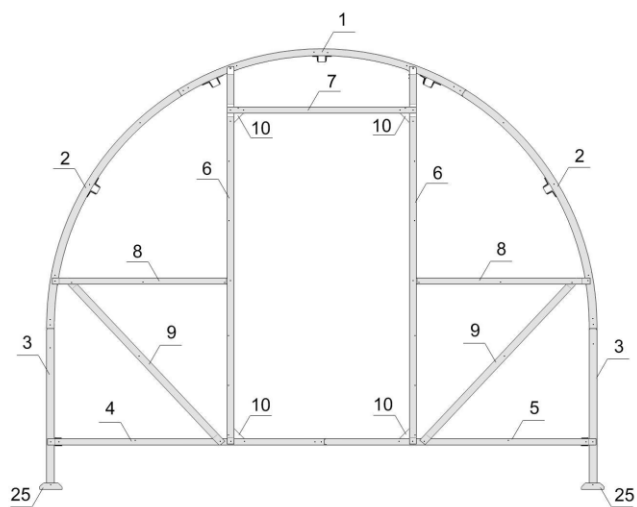

Рис. 1 Торец.
- ✓ *Внимание! При сборке арки детали устанавливайте швом ко шву.* К дугообразной профильной трубе №1 с двух сторон присоедините дугообразные торцевые детали №2лев и №2пр, закрепив саморезами 4,2х16 (см. рис. 1).
- ✓ Крепление саморезов и сборку дверного проема начните с наружной стороны теплицы, на деталях нижней обвязки №4 и №5 с наружной стороны имеются отверстия $\varnothing 3$ мм для крепления ПК. Закрепите саморезами стойки дверного проёма №6 к нижней обвязке №4 и №5, и перемычку дверного проёма №7 к стойкам (см. рис. 1; 6-А; Б).
- ✓ Положите собранную торцевую арку п.3.1. на ровный участок наружной стороной кверху. По центру торцевой арки положите дверной проём п.3.2. Стойки №6 присоедините к верхней торцевой дуге №1 в местах обозначенные уколom(см. рис.1). Присоедините нижнюю обвязку №4 и №5 к удлинениям арки №3.